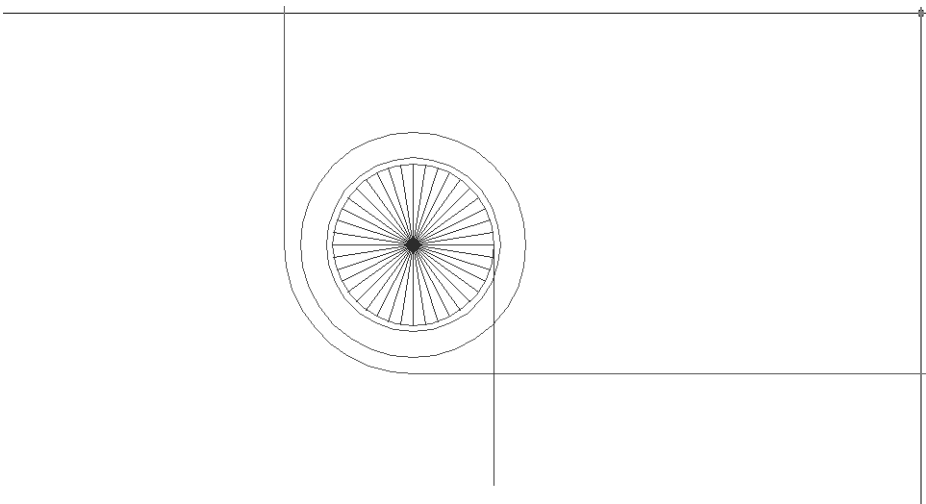

Рис. 9.8 ▼ Радиальный массив создан
7. Закрыв окно щелчком на кнопке **ОК**, вы должны получить чертеж, представленный на рис. 9.8.